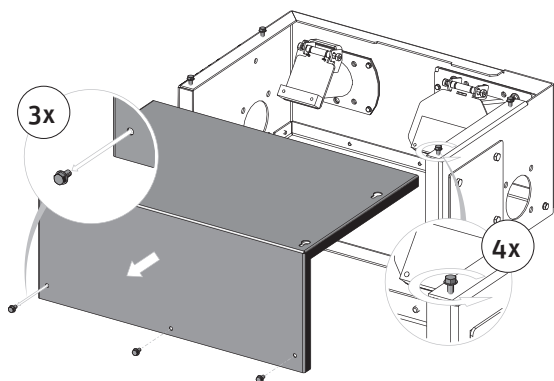

Fig. 217
- ▶ Abdeckung bei Sammelbehälter entfernen – Fig. 217.